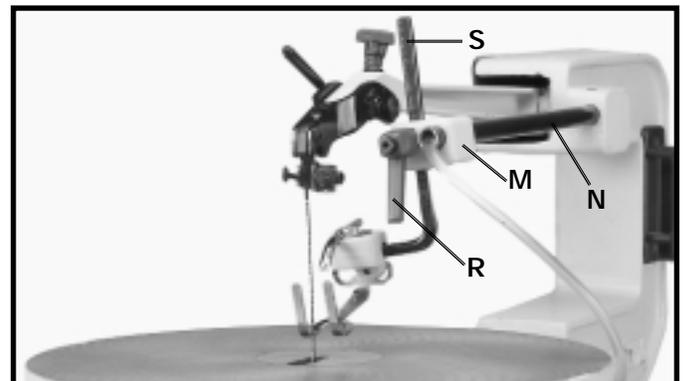

Fig. 13
11. Pivotez le support (M) fig. 13, pour le remettre à sa position d'origine, comme l'illustre la figure, et serrez les deux vis desserrées à l'ÉTAPE 9. Puis, serrez la manette de verrouillage (R) à la tige de retenue (S) à sa position.